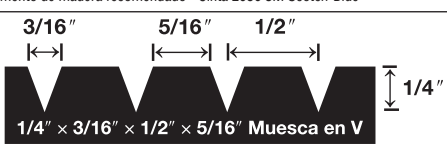

Figura 2
- 1/4" x 1/2" x 3/16" (6 mm x 13 mm x 8 mm) Palustre de muesca en V (Figura 2)